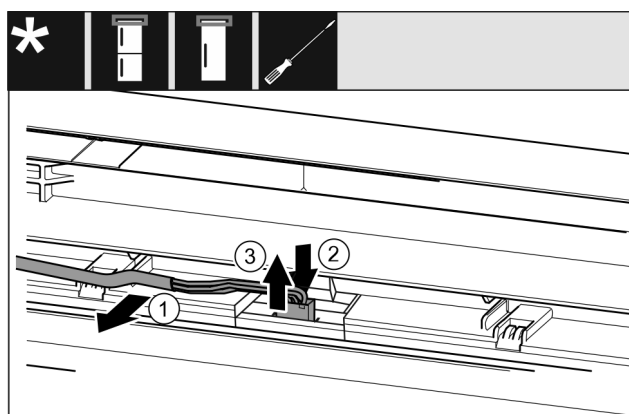

Fig. 22 Kombinace chladničky s mrazničkou / mrazničky / chladničky*
- Kabel Fig. 22 (1) opatrně uvolněte z vedení ve dveřích.*
- Zatlačte lamelu Fig. 22 (2) za zástrčku směrem dozadu.*
- Zástrčku Fig. 22 (3) opatrně vytáhněte směrem nahoru.*